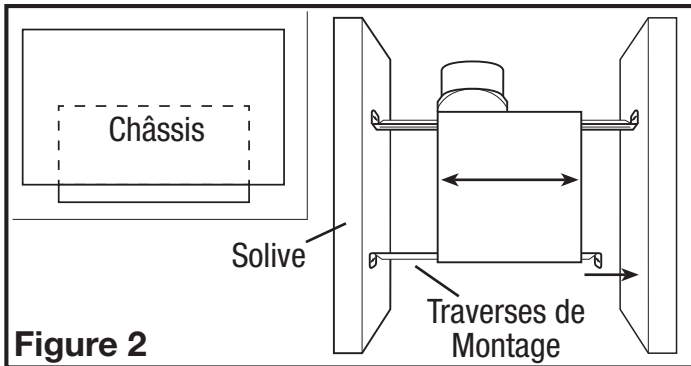
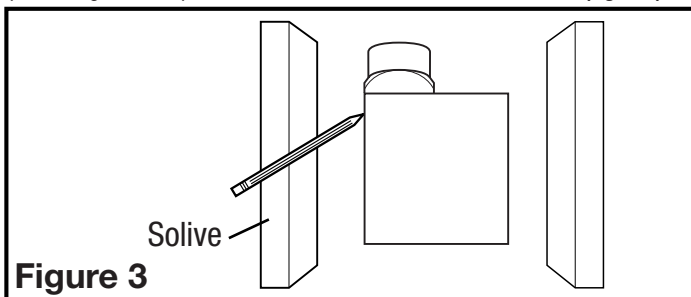

Figure 2
Figure 3
- Installez les rails dans le canal de montage sur le boîtier. Centrez le canal de montage dans les fentes sur le boîtier, puis de l'intérieur du boîtier, serrez les vis de montage de sorte que le canal soit bien en place. Placez le boîtier à côté de la solive. Aligner le châssis pour qu'il soit de niveau avec le plafond fini. Fixez les extrémités des rails aux solives avec des vis ou des clous (non inclus) et glissez le boîtier dans la position finale (Figure 2).
- Placer le boîtier en place entre les solives et tracez un contour sur le matériel du plafond (Figure 3). Mettez le boîtier de côté et découpez l'ouverture, en faisant attention de ne pas couper ou endommager les installations électriques ou d'autres utilités masquées. Installez les rails dans le canal de montage sur le boîtier. Centrez le canal de montage dans les fentes sur le boîtier, puis de l'intérieur du boîtier serrez les vis de montage de sorte que le canal soit bien en place. Positionnez le boîtier dans le trou préalablement découpé de sorte qu'il soit aligné avec le plafond fini. Fixez les extrémités des rails aux solives (Figure 2).